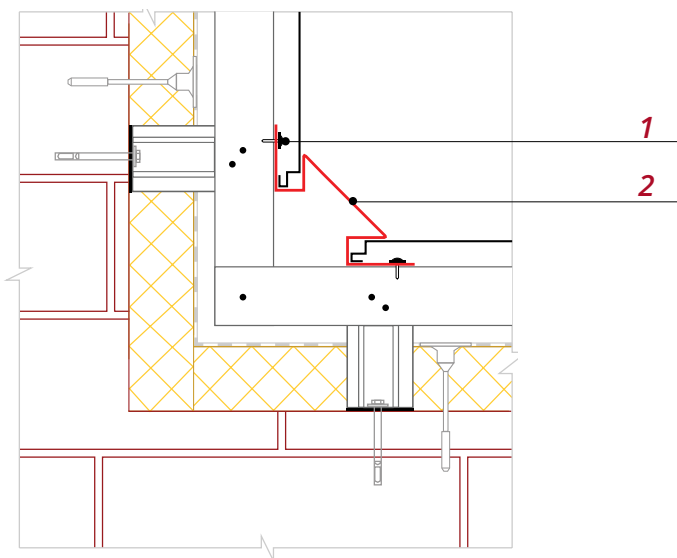

Рис. 12
- На внутреннем угле фасада необходимо установить два крепежных кронштейна **1** и крепежные профили так, чтобы можно было закрепить Планку угла внутреннего **2** и примыкающие к ней панели (рис. 12).